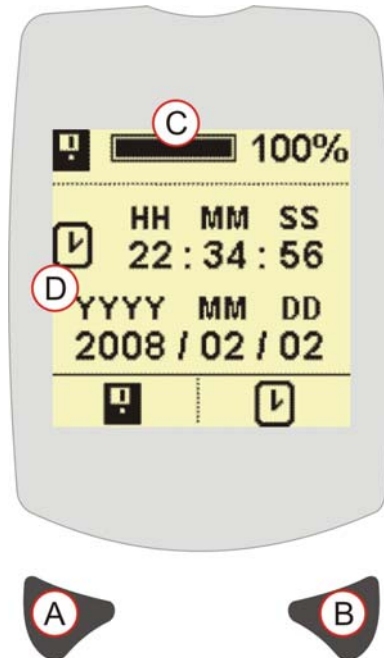

Abbildung 10 Uhrzeit- und Datumsanzeige
Der Speicherstatus in Abbildung 10 (C) zeigt 100% an, das bedeutet, dass der Speicher voll belegt ist. Es können keine weiteren Daten gespeichert werden. Um den Speicher zu löschen, drücken Sie die linke Taste (A), um auf die Speicher löschen-Anzeige zu gehen (siehe SPEICHER LÖSCHEN ANZEIGE). Stellen Sie sicher, dass alle Messungen vor dem Löschen über dB24 heruntergeladen sind.
Abbildung 10 (D) zeigt die derzeit im Instrument eingestellte Uhrzeit und das aktuelle Datum an. Drücken Sie die rechte Taste (B), um auf die Uhrzeit und Datum einstellen-Anzeige (siehe UHRZEIT UND DATUM EINSTELLEN-ANZEIGE) zuzugreifen.